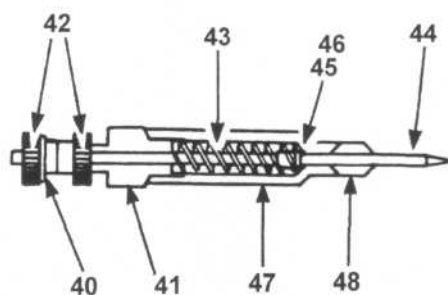

Рис. 6. Клапан иглы
Негерметичность в курковом механизме распылителя или в нижней части рукоятки означает, что игла и/или прокладки ее должны замениться. Если разболтано штуцер шланга (60) и/или в трубке (61), обращайтесь на главу «Замена втулки иглы и манжеты». Смотри рис. 6.